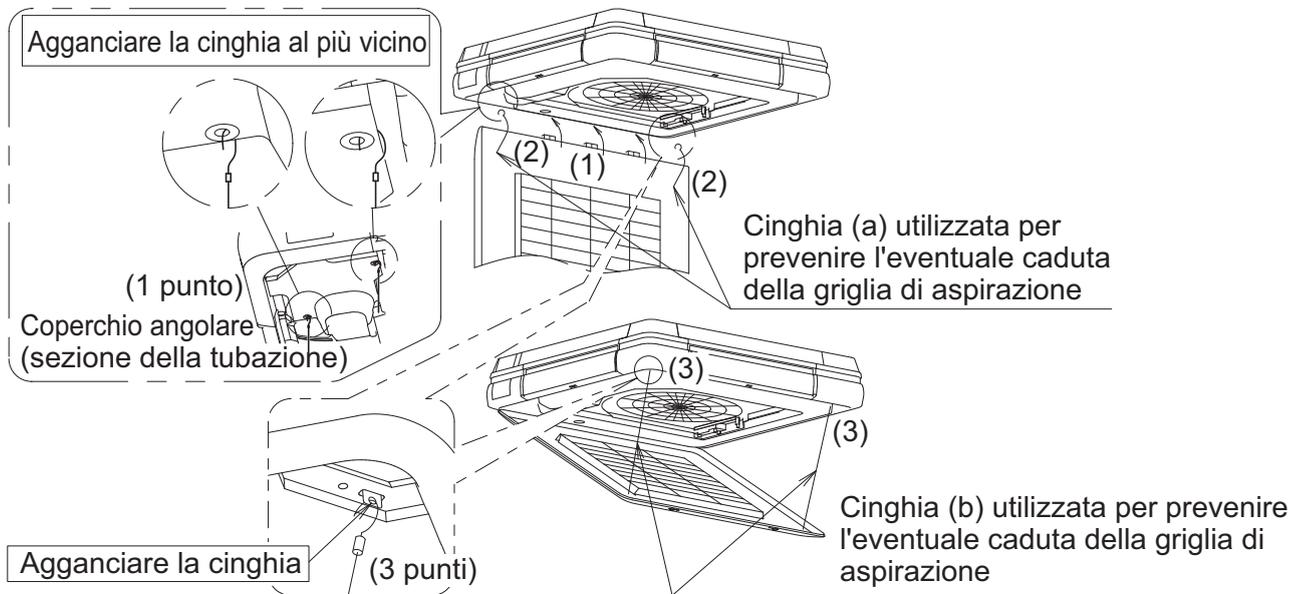

Fig. 49
- Dopo aver fissato la griglia di aspirazione in ordine inverso menzionato nella clausola "4. PREPARAZIONE PRIMA DELL'INSTALLAZIONE - (3)" **(Fare riferimento alla Fig. 49-(1))**, agganciare la cinghia (a) alla griglia di aspirazione per impedirne l'eventuale caduta **(Fare riferimento alla Fig. 49-(2))**.
- Agganciare la cinghia (b) per prevenire l'eventuale caduta della griglia di aspirazione. **(Fare riferimento alla Fig. 49-(3))**